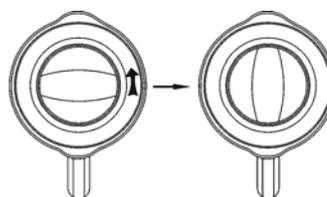

Fig. 3
4. È possibile aggiungere ingredienti all'interno del bicchiere durante il funzionamento del frullatore attraverso l'apertura centrale sul coperchio. Allineare la linguetta del dosatore con la scanalatura sul coperchio premendo e girando in senso orario (vedere Fig.3).